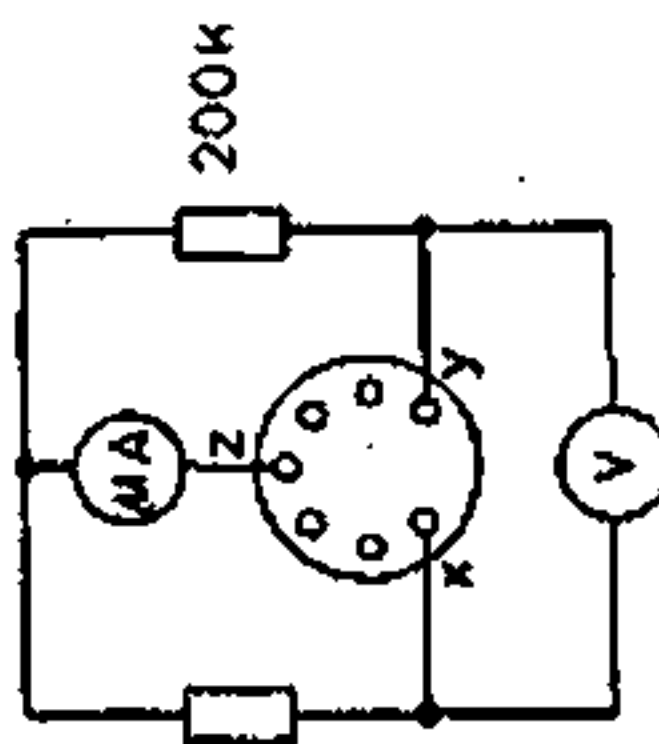

Fig. 1
- d) Mikroamperemeter mit Nullpunkt in der Mitte an Buchsen X-Y und Z gemäß Fig. 1 anschließen.
- e) Generator 10,7 MHz unmoduliert, Ausgangskabel abgeschlossen, über 1000 pF an Punkt (T) (siehe Schema) und Masse legen. C 205 so weit verstimmen, bis Rauschspannung am Voltmeter X-Y verschwindet. (Empfänger dazu auf ca. 92 MHz stellen).